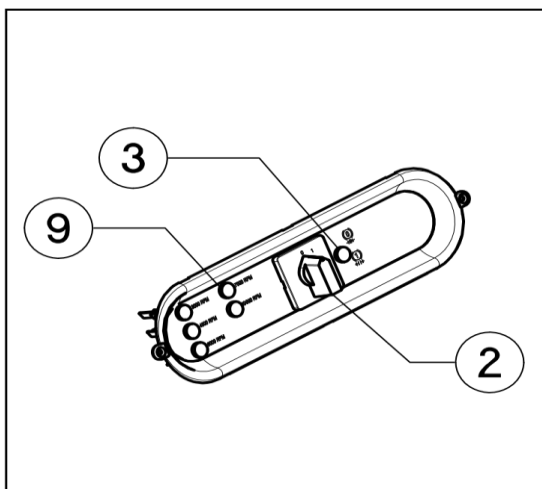
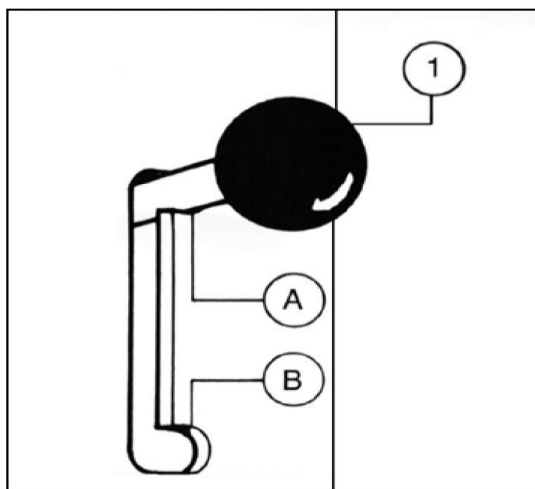
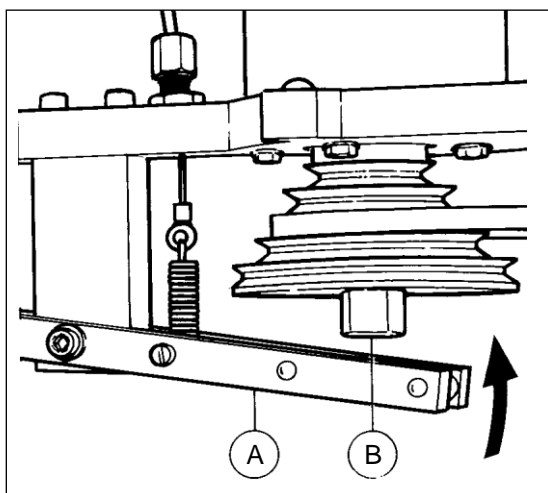
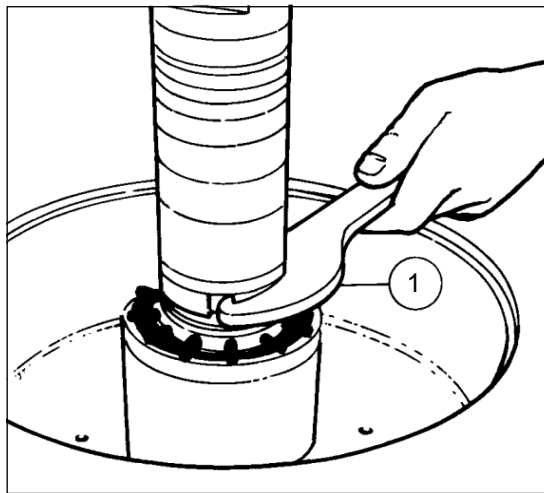

Fig.15
Fig.16
Fig.17
Fig. 26
- De remontgrendeling schakelaar (fig.15,2) op "1" plaatsen om de topas van de remmotor los te schakelen.
- Daarna het handvat (fig.16,1) naar beneden drukken tot in de stopgleuf op de chassis (B) - De topas manueel draaien om de topasgrendel in de blokkagepositie te brengen (fig.17,A&B).
- Om de machine terug startklaar te maken moet men erop letten dat de grendel omhoog staat (fig.16,A) en dat de remontgrendeling schakelaar op "0" staat (fig.15,2).
Eenmaal de topas vergrendeld kan deze losgedraaid worden door met de haaksleutel de moer (fig.26,1) - met rechtse draad !! - in tegenwijzerzin los te draaien. Altijd zorgen dat de moer goed vastgedraaid is. Vooraleer de machine op te starten moet de remontgrendeling schakelaar (fig.15,2) op "0" en het handvat (fig.15,1) op "A" gezet worden en moet nagekeken worden dat de as vrij draait.